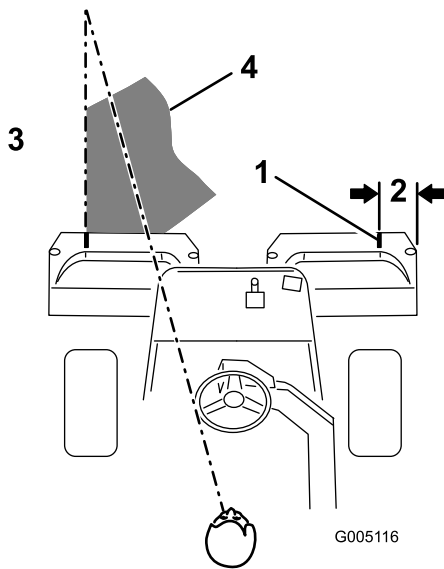

图22
**注意：** 为了保持以直线方式穿过果岭、并使得机器与此前剪草的边缘保持等距，请在机器前到果岭未剪部分的边缘虚构一条长约 1.8~3m 的视线（图 22）。有人发现，将方向盘的外缘看作视线的一部分非常有用；即让方向盘边缘对准与机器前面始终保持等距的某个点。